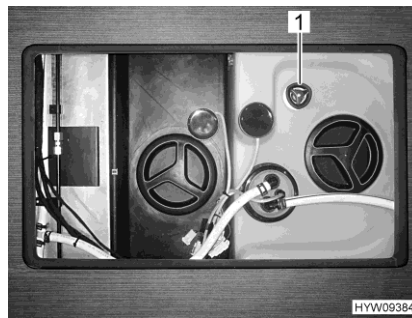

Fig. 194 Tirador giratorio (depósito de agua)
- Girar el tirador giratorio (Fig. 194,1) sobre el depósito de agua en sentido de las agujas del reloj, hasta el tope.
- Girar el tirador giratorio (Fig. 194,1) sobre el depósito de agua en sentido contrario a las agujas del reloj, hasta primera pestaña. El agua se saldrá hasta aprox. 20 litros.
- Girar el tirador giratorio (Fig. 194,1) del depósito de agua en sentido contrario a las agujas del reloj sobrepasando la resistencia, para abrir el orificio de salida completamente.